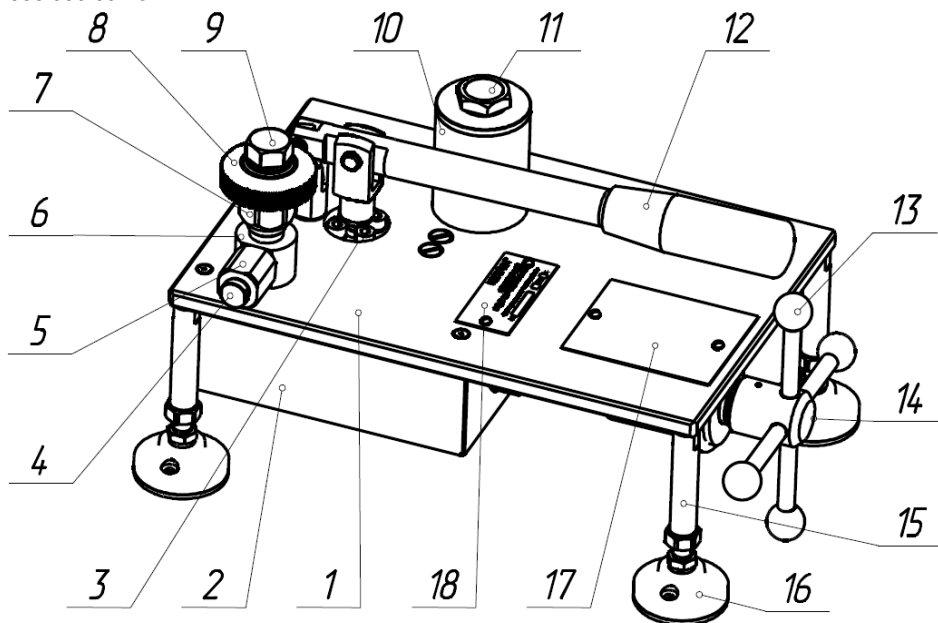

Рисунок 1 – Гидропресс П-70-К
- открутить пробку (поз. 11, рис. 1), обеспечив поступление воздуха в емкость (поз. 10);
Подсоединить к штуцеру (поз. 6, рис. 1) гидропресса эталонный прибор с приведенной погрешностью не более $\pm 1\%$ и верхним пределом измерений (ВПИ) не более 100 МПа (например манометр МТИ-1217-100 МПа-1 ГОСТ 2405 или ТУ 25-05-1481-77), заглушить штуцер (поз. 5, рис. 1) линии высокого давления пробкой (поз. 4, рис. 1), создать давление равное 70 МПа, выдержать под давлением 10 мин. Падение давления, в последующие 5 мин. не должно превышать 1,5 % от созданного давления при допустимом изменении температуры окружающего воздуха не более $\pm 0,2$ °С.